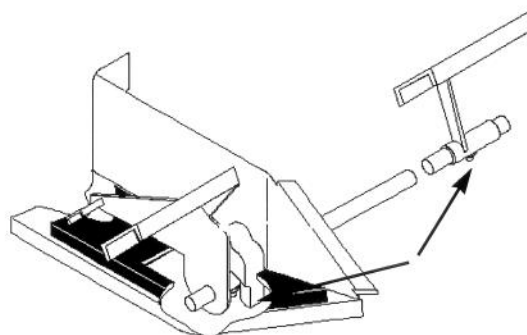

Bild 24
3. Bei Modellen mit hydrostatischem Antrieb das Fahrpedal (oder bei geschalteten Modellen die Bremse und das Kupplungspedal) dort abschmieren, wo sie sich auf der jeweiligen Welle drehen (Bild 24).